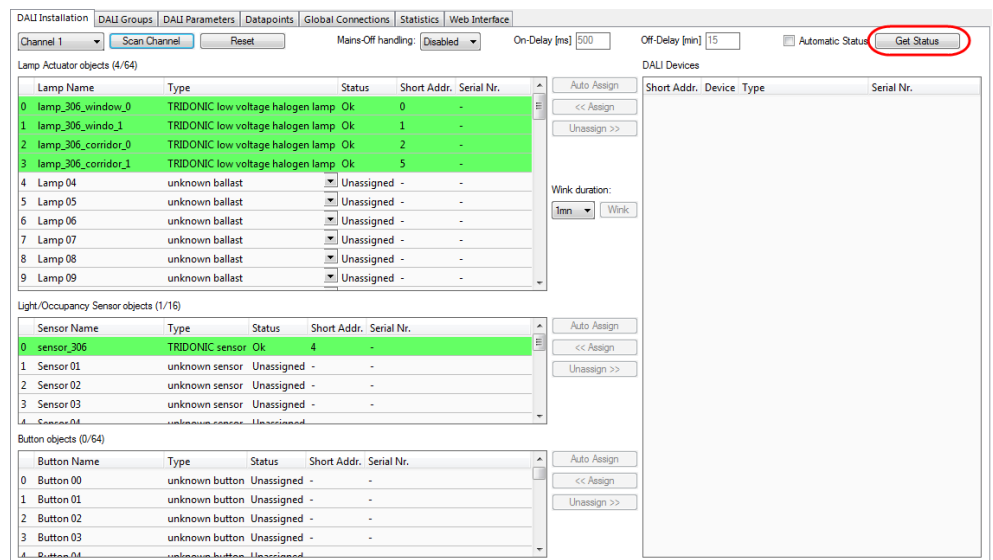

Abbildung 81: LINX Configurator Software, nach Schreiben der Konfiguration.
- Nachdem der Transfer der Konfiguration abgeschlossen wurde, klicken Sie auf den Knopf **Status holen**. Nun werden die zugewiesenen DALI Geräte grün hinterlegt (siehe Abbildung 81). Dies signalisiert, dass keine Probleme bei der Kommunikation mit dem Gerät bestehen. Sollte ein Kommunikationsproblem vorliegen, so wird das Gerät rot hinterlegt.